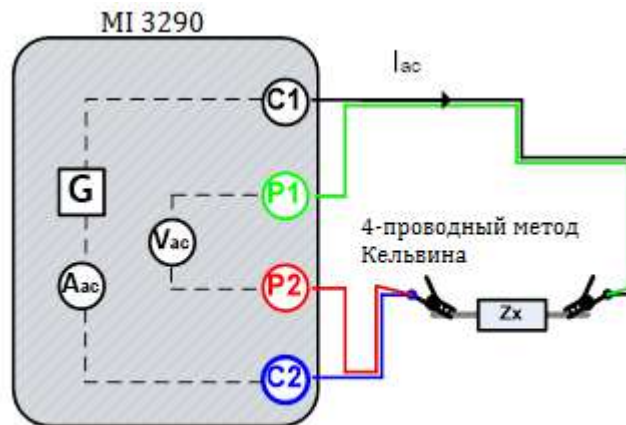

Рисунок 11.55: Пример измерения импеданса по 4-проводной схеме
- Соберите схему согласно рис. 11.55.